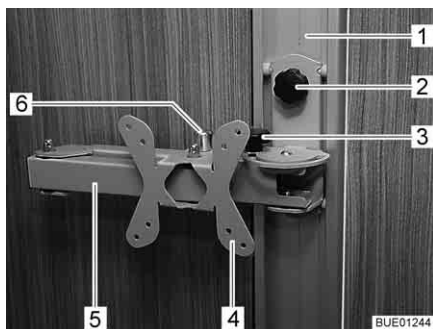

Fig. 45 Supporto su guida
- Svitare la vite ad aletta (Fig. 45,2) e spostare il supporto (Fig. 45,4) nella guida (Fig. 45,1) fino all'altezza desiderata.
- Svitare la vite ad aletta (Fig. 45,3).
- Tirare il bottone di sbloccaggio (Fig. 45,6). Il braccio snodato (Fig. 45,5) è sbloccato.
- Stringere di nuovo la vite ad aletta (Fig. 45,3).
- Ruotare lo schermo piatto all'indietro nella sua posizione iniziale, finché non si sente il braccio snodato (Fig. 45,5) innestarsi nel bloccaggio.
- Svitare la vite ad aletta (Fig. 45,2), portare il supporto (Fig. 45,4) all'altezza desiderata e stringere di nuovo la vite ad aletta.